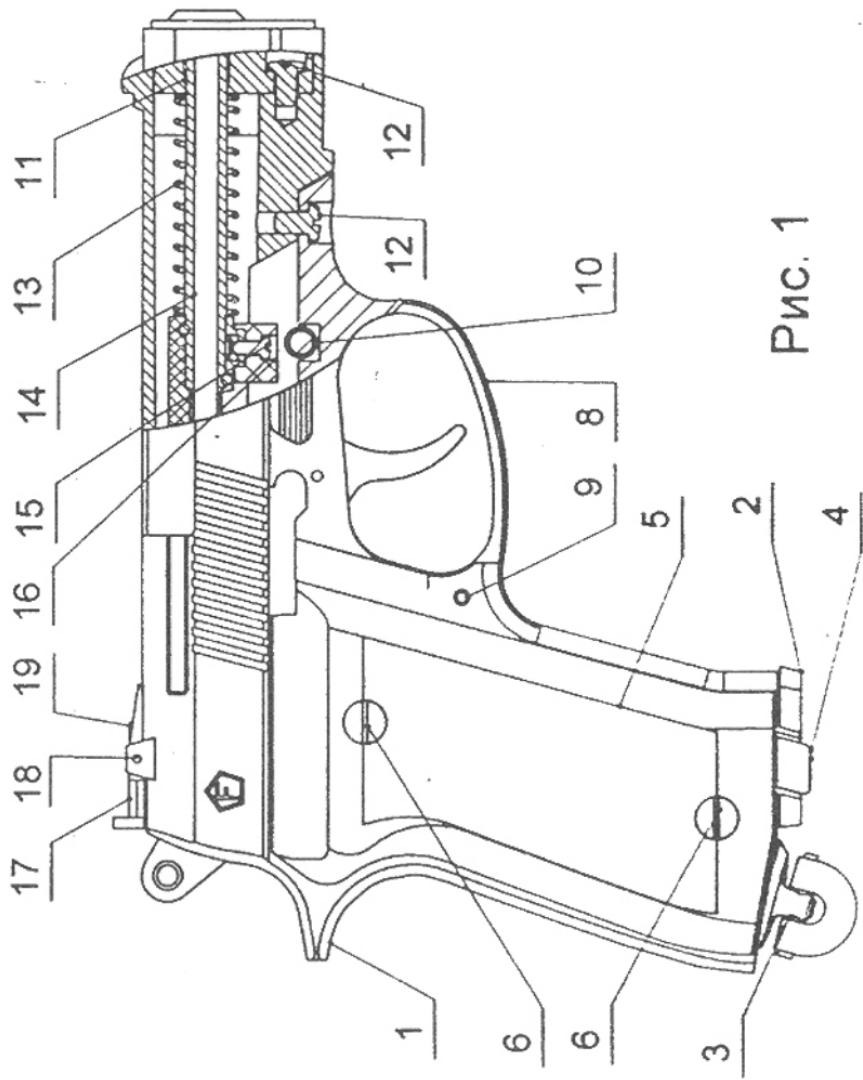

Рис. 1
5. Нет возврата крючка спускового в исходное положение.	Заменить пружину поз.5 (рис.3) Снять облой с шептала см. рис.5. Удалить случайно попавший шарик между корпусом поз.1 (рис.1) и крючком спусковым поз.1 (рис.3).
1. Извлечь магазин поз.2 из корпуса поз.1, нажав на защелку поз.4 (рис.1).
5. Снять скобу спусковую поз.8, для чего вывернуть винт поз. 12 и выбить ось поз.9 выколоткой №1(рис.1).В комплект скобы так же входят ось поз.6 и пружина поз.7(рис.3).Для замены и доработки шептала поз.2 снять пружину поз.5 и выбить ось поз.3 выколоткой №1. Сборка скобы осуществляется в обратном порядке.
6. Снять предохранитель поз.10 (рис.1),вывернуть винт поз.15,снять упор поз.16.
7. Извлечь вкладыш поз.11 оправкой №1, вывернув винт поз. 12 (рис.1).
8. Извлечь пружину поз. 13 (рис.1).